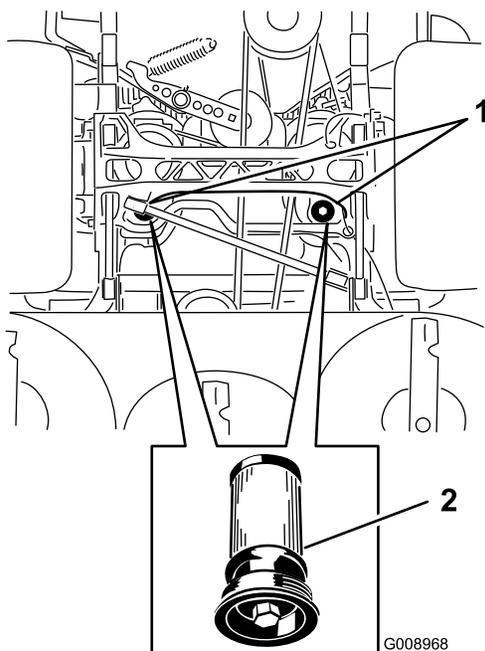

Figura 98
5. Coloque un recipiente debajo del filtro, retire el filtro usado y limpie la superficie (Figura 98).
6. Aplique una capa fina de fluido hidráulico a la junta de goma del filtro nuevo (Figura 98).